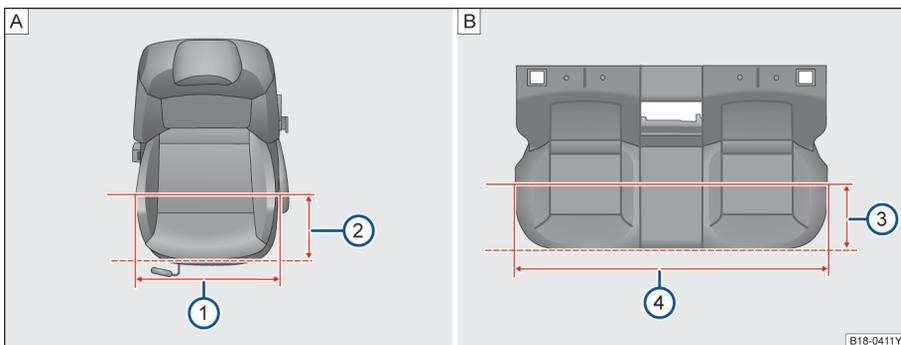

图 70 座椅座宽
如图⇒图 70A 在距离前排座椅边缘 200mm 时⇒图 70②，前排座椅座垫宽度为 499mm⇒图 70①。
如图⇒图 70B 在距离后排座椅边缘 200mm 时⇒图 70③，后排座椅座垫宽度为 1288mm⇒图 70④。